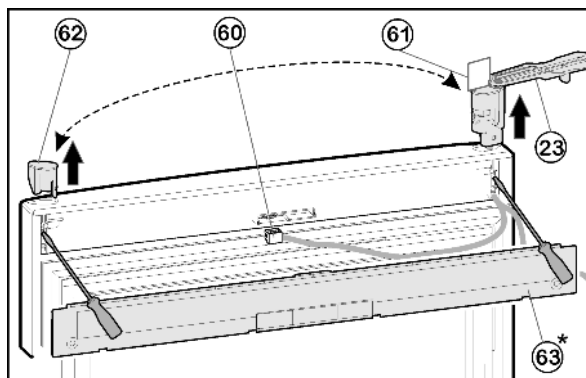

Fig. 11
- ▶ С помощью отвёртки выведите из зацепления крышку Fig. 11 (63) на дверце.
- ▶ Отсоедините разъем Fig. 11 (60).
- ▶ На верхней дверце поверните опорный кронштейн Fig. 11 (23) наружу параллельно краю дверцы.
- При помощи отвертки вытолкните опорный кронштейн Fig. 11 (23) снизу и снимите с двери вместе с кабелем.
- Извлеките пробку Fig. 11 (62) снизу при помощи отвертки и вставьте на другой стороне.
- Проденьте кабель опорного кронштейна Fig. 11 (23) на противоположной стороне и установите опорный кронштейн.
- Снимите шаблон Fig. 11 (61) и закрепите на опорном кронштейне.
- Вставьте разъем Fig. 11 (60).
- Зафиксируйте крышку Fig. 11 (63) на дверце.